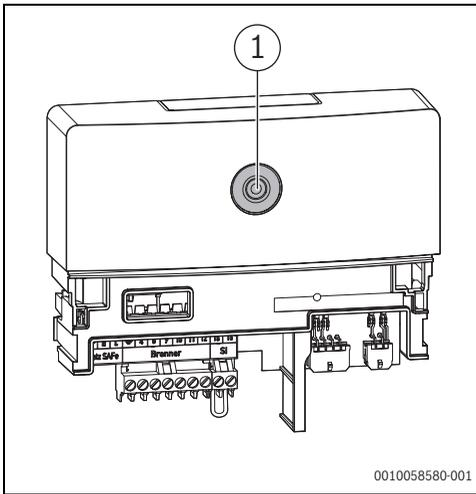

Bild 1 Betriebs-/Störungs-LED
- Anzeige des Betriebszustands des Fremdbrennermoduls BRM100 durch eine LED (→ Bild 1).